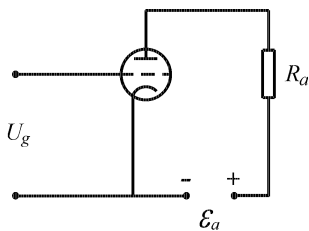
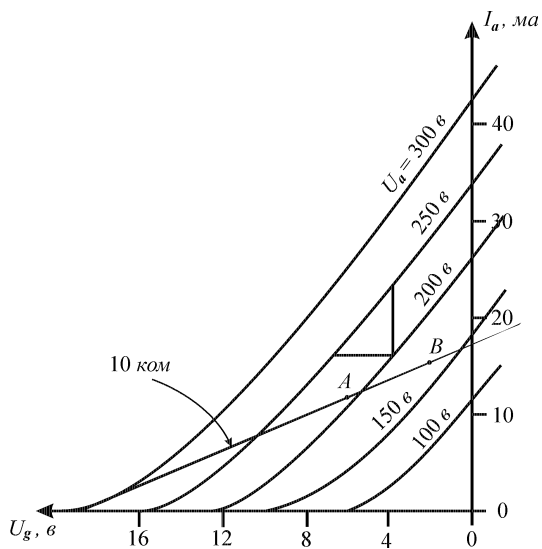

Рис. 4.
Рис. 5.
Принципиальная схема усилителя напряжения показана на рис. 4. Если U_g - потенциал сетки лампы - изменяется под действием внешнего сигнала, например, увеличивается, то это приводит к увеличению анодного тока I_a . Тогда падение напряжения $I_a R_a$ на сопротивлении анодной нагрузки тоже увеличивается. При этом потенциал анода лампы, очевидно, понизится, так что возрастание анодного тока окажется меньшим, чем было бы при поддержании постоянного анодного напряжения.
Разберем работу лампы на схеме рис. 4 подробнее. Анодный ток лампы I_a является функцией двух переменных U_g и U_a . Эту функцию можно задать графически, например, семейством сеточных характеристик (см. рис. 5, где даны характеристики лампы 6С5). Каждая из кривых на этом рисунке дает зависимость $I_a = f(U_g)$ при постоянном, указанном на кривой, анодном напряжении.
Пользуясь семейством характеристик рис. 5 и уравнением (2), можно, задавая значения I_a или U_a , по точкам построить кривую зависимости I_a от U_g для схемы рис. 4 - так называемую *динамическую характеристику* (характеристики, снятые при $U_a = const$, называются *статическими*). На рис. 5 показана динамическая характеристика для $U_a = 300$ в и $R_a = 10$ ком.
Динамическая характеристика позволяет количественно рассчитывать усиление, даваемое схемой рис. 4. Пусть напряжение на сетке лампы изменяется от $U_g = -6$ в до $U_g = -2$ в, т.е. возрастает на $\Delta U_g = 4$ в. Тогда анодный ток изменяется от точки A ($8,4$ ма) до точки B ($13,4$ ма), т.е. возрастает на $\Delta I_a = 5,0$ ма. Падение напряжения на сопротивлении нагрузки увеличивается на $R_a \Delta I_a = 50$ в, а анодное напряжение уменьшается на ту же величину: $\Delta U_a = -50$ в. (Величину ΔU_a можно найти и непосредственно из рис. 5, определяя значения U_a в точках A и B интерполированием между статическими характеристиками.)
так как анодный ток в схеме рис. 4 не является независимой переменной (см. уравнение (2)).
Введенные здесь параметры лампы S и R_i , а также μ , легко найти из семейства характеристик, заменяя производные отношением конечных приращений. Эти приращения прежде всего находятся с помощью треугольника, построенного на двух соседних характеристиках (см. рис. 5 и 6). На рис. 5, например, величины ΔU_a и ΔU_g определяются катетами треугольника, а ΔU_a есть разность между значениями U_a для двух соседних характеристик.
Для треугольника, построенного на рис. 5, $\Delta U_g = 2,0$ в, $\Delta I_a = 6,5$ ма, $\Delta U_a = 50$ в. Отсюда